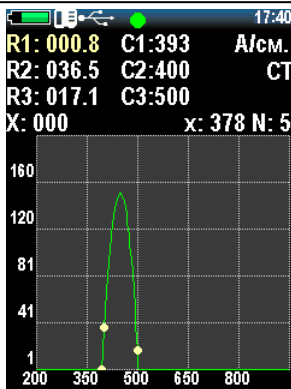

Рисунок 2.19 – Проведение измерений на первом образце
7. Навести курсор на значение соответствующего образца и сделать не менее 5 измерений (рис. 2.19).